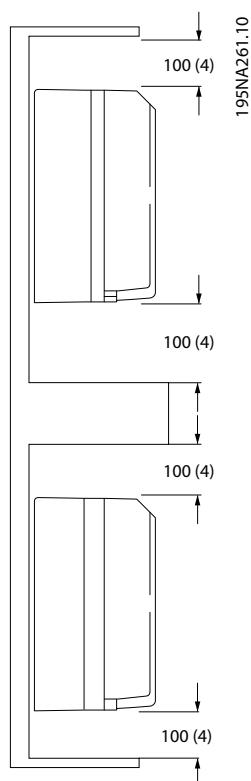

Abbildung 2.1 Freiraum über und unter Frequenzumrichter zur Kühlung
- Über und unter dem Gerät muss ein Freiraum von mind. 100 mm für Luftkühlung gelassen werden. Siehe *Abbildung 2.1*.